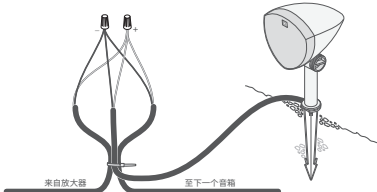

图 7
8. 剪切左扬声器或右扬声器的两根电线 (参见下表), 剥去埋地线裸露端 3/4英寸 (约1.9厘米) 的绝缘层, 然后从相应扬声器尾纤的端部剥去 3/4英寸 (约1.9厘米) 的绝缘层 (见图 7)。
9. 制作一个大约 10英寸 (约25厘米) 的环路, 使用扎带将线环和扬声器尾纤固定到位, 以消除应力 (见图 7)。